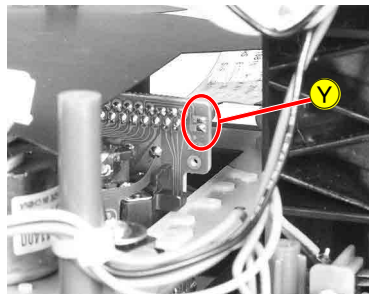

Fig. 13
- Vor abziehen des Flexprints zum CD-Laufwerk Sicherheitslötstelle  $\text{\textcircled{Y}}$  (Fig. 13) schließen.
- Short circuit the safety solder pads  $\text{\textcircled{Y}}$  (Fig. 13) before disconnecting the flexprint to the CD mechanism.